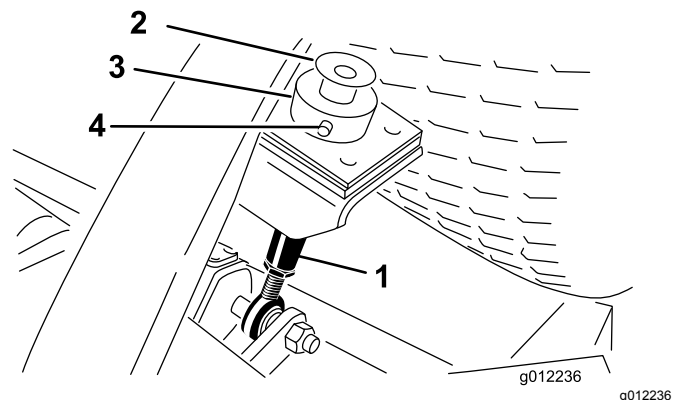

Figure 21
2. Retirez le boulon et la rondelle en haut de chaque tige de réglage de hauteur de coupe (Figure 21).
3. Retirez la goupille fendue et l'axe de chape qui fixent la bague de hauteur de coupe à la tige de réglage de hauteur de coupe à l'arrière de l'unité de coupe (Figure 21). Retirez la bague de hauteur de coupe.